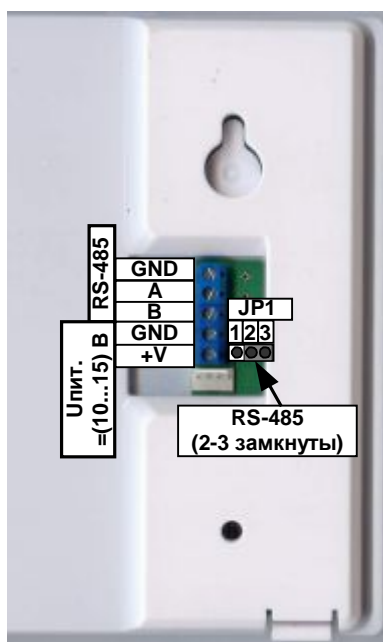
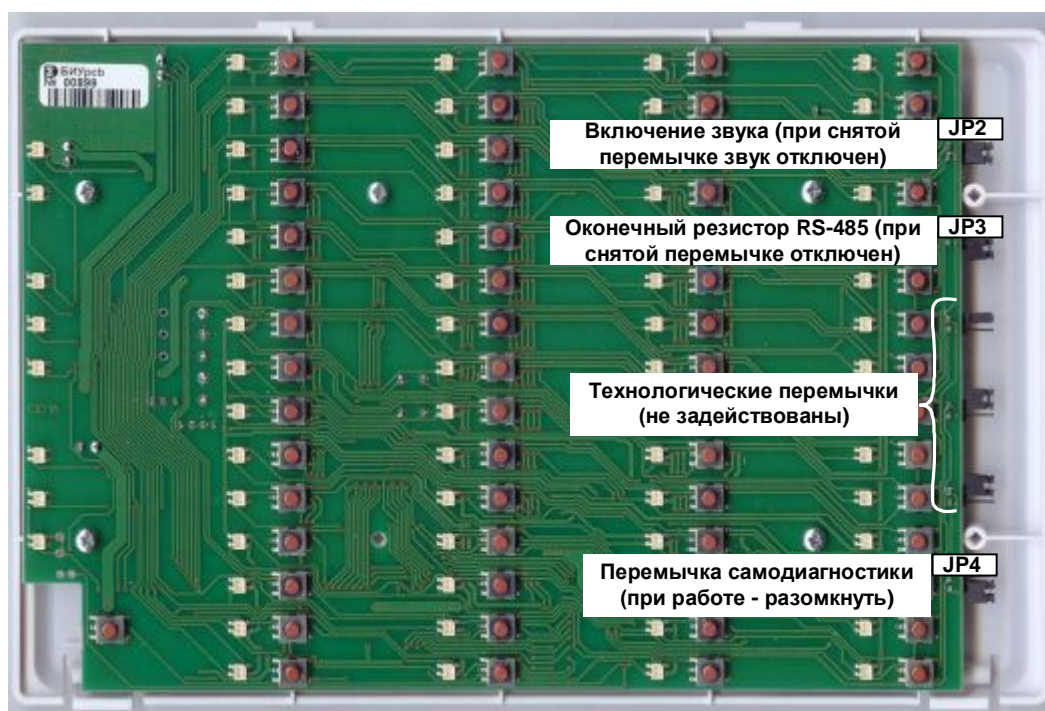

Рис. 3 Подключение (вид сзади).
Рис. 4 Перемычки (вид со снятой передней крышкой, спереди).
БИУ содержит клеммы подключения и переключки для настройки (см. Табл. 3, Рис. 3, Рис. 4).
5.2. Если устройство является последним в линии связи “RS-485”, перемычка (JP3, см. Рис. 3) оконечного резистора должна быть замкнута.
5.4. Подключение БИУ к линиям связи с БЦП и источнику питания осуществляется через клеммную колодку, установленную на плате Рис. 3 Подключение (вид сзади).